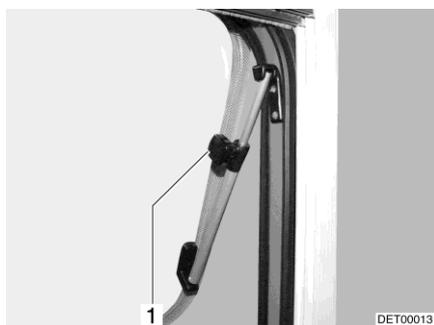

Fig. 120 Oblò con deflettori a rotazione, aperto
- Aprire l'oblò fino alla posizione desiderata e fissarlo mediante il pomello zigrinato (Fig. 120,1).
- Ruotare il pomello zigrinato (Fig. 120,1) fino a che l'arresto viene sbloccato.